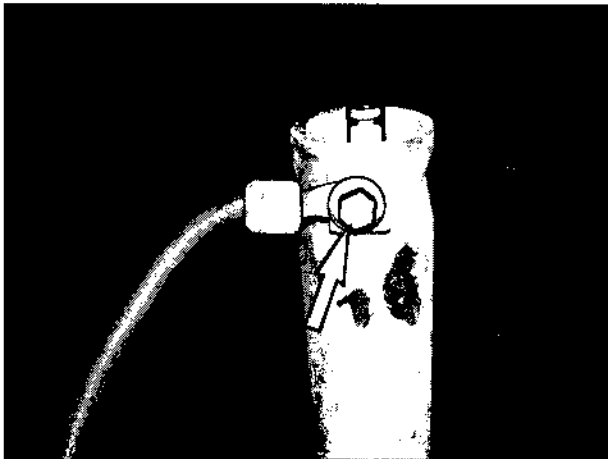

Bild 74
6. Erdungsleitung, 5 m, anschließen (Bild 74/Pfeil).